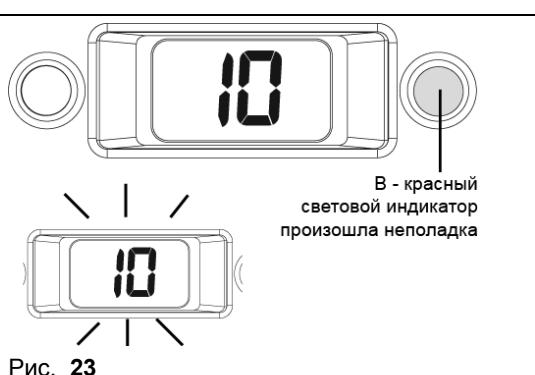

Рис. 23
В том случае, если возникнут какие-либо неполадки при разжиге или работе, котел выполнит «АВАРИЙНУЮ ОСТАНОВКУ»: на панели управления погаснет зеленый световой индикатор, на дисплее отобразится код аномалии, который будет мигать (рисунок 23), а в случае блокировки загорится также красный световой индикатор (B). Описание кодов аварий и восстановление работы после возникновения неполадок, описаны в главе «Значение световых индикаторов и аномалий».